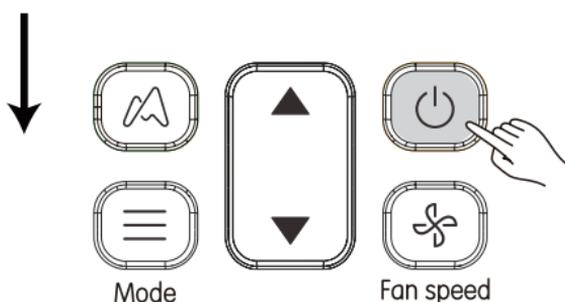

Рисунок 4.2
- ② Нажатием кнопок ▲ и ▼ отрегулируйте значение параметра;
- ③ Выполнив регулировку, нажмите  или подождите 5 секунд, чтобы сохранить настройки параметров. Порядок выполнения операций при нажатии данной кнопки показан на Рисунок 4.2.